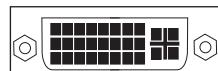
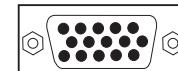
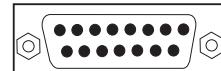

図1:DVI（29ピン）端子
図3:アナログRGB端子
図4:アナログRGB端子
（DVI出力端子（図1、図2の端子）または、アナログRGB出力端子（図3の端子）を持つ機種）
（アナログRGB出力端子（図3または図4の端子）を持つ機種）
- アナログRGB入力端子[図3]を持つ機器
- デジタルRGB（DVI）入力端子[図1/図2]を持つ機器